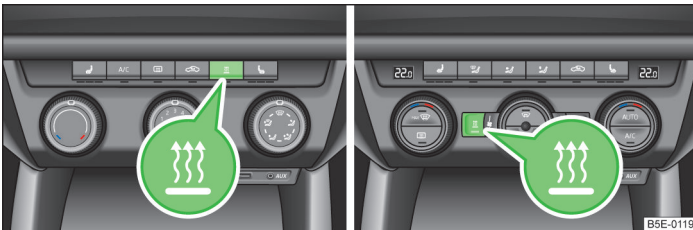

Abb. 112 Taste für direktes Ein-/Aussschalten auf dem Bedienteil der Klimaanlage / Climatronic
-  mit der Taste auf dem Bedienteil der manuellen Klimaanlage / Climatronic. Die Kontrollleuchte in der Taste leuchtet auf » Abb. 112;
-  mit der Taste auf dem Bedienteil der manuellen Klimaanlage / Climatronic. Die Kontrollleuchte in der Taste erlischt » Abb. 112;